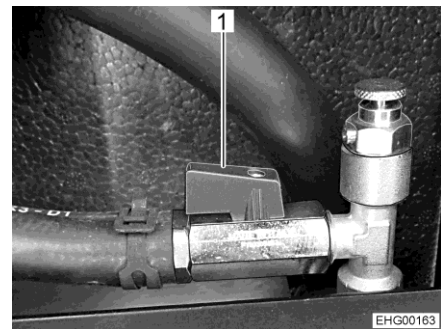

Fig. 182 Grifo esférico (abierto)
- Ajustar la palanca (Fig. 182,1) en paralelo a la tubería.